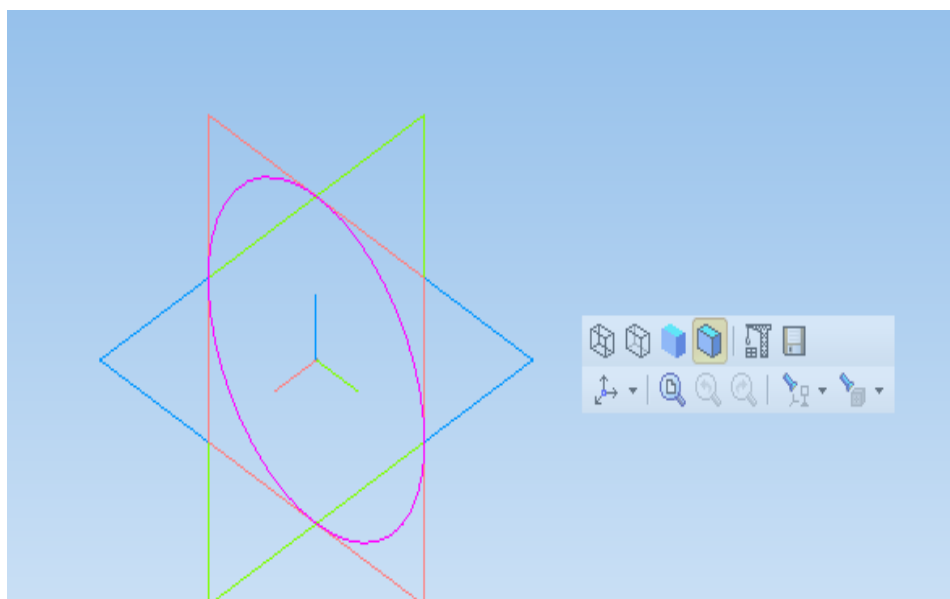

Рисунок 2.
1. В меню программы выбрать «Деталь». Выбирается плоскость, перпендикулярно которой будет проходить ось пружины. Выбираем плоскость ZOY. Чертим окружность диаметром 50 (рисунок 2). Выходим из эскиза.
На экране появляется прообраз пружины (рис.2), на панели свойств появляются вкладки «Построение», «Диаметр», «Свойства» с перечнем параметров, которые необходимо заполнить для построения пружины.